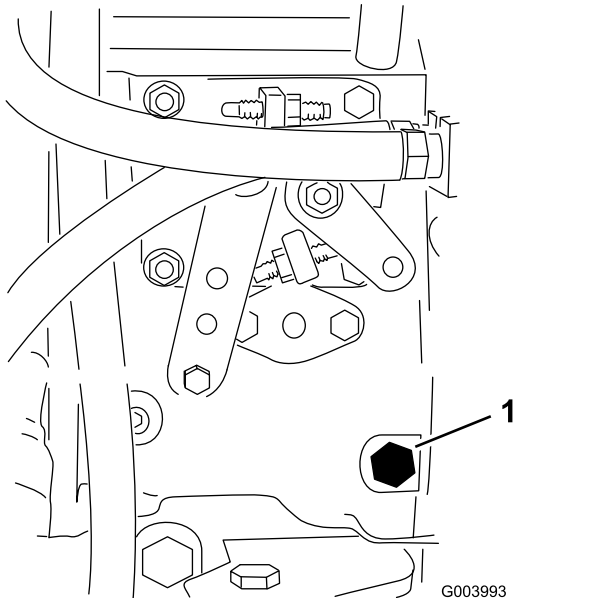

Bild 36
- Öffnen Sie die Entlüftungsschraube an der Kraftstoffeinspritzpumpe (Bild 36) mit einem 12-mm-Schraubenschlüssel.